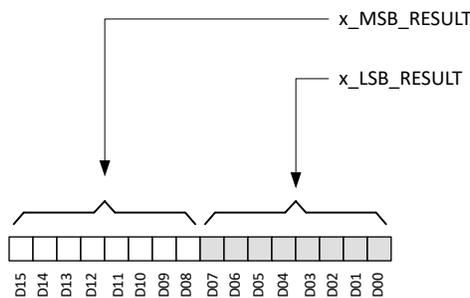

图 7-15. 磁传感器数据定义
X、Y 和 Z 磁传感器数据存储在 `x_MSB_RESULT` 和 `x_LSB_RESULT` 寄存器中。图 7-15 显示了每个传感器输出以 16 位二进制补码格式存储在两个 8 位寄存器中。数据可以结合 MSB 和 LSB 寄存器以 16 位格式检索，也可以通过 MSB 寄存器以 8 位格式检索。
- $D_i$  是图 7-15 中所示的数据位。